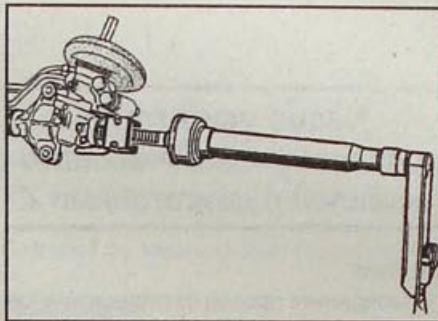

Рис. 9.17. Использование приспособления Dir. 1305 для ослабления затяжки осевого шарового рулевой тяги
- В этом положении приспособлением Dir. 1305 ослабьте затяжку осевого шарового шарнира (рис. 9.17).